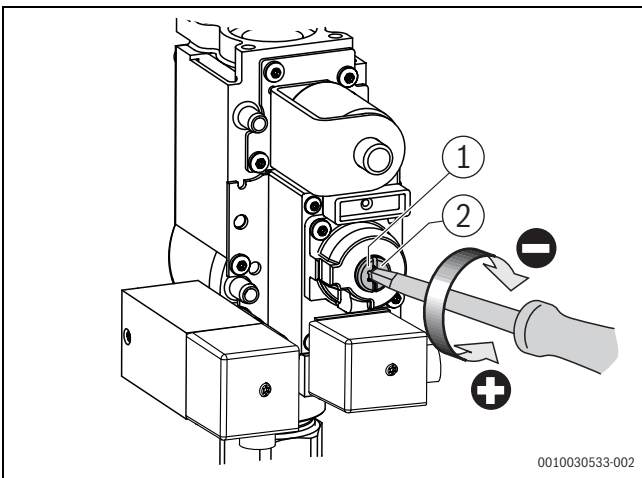

Fig. 17 Indstil O₂-indholdet ved dellast (kedelstørrelse 75 – 100 kW)
- Drej lukkeskruen på gasarmaturet ud (→ fig. 17).
- Indstil O₂-værdien på indstillingsskruen for dellast til $5,7 \pm 0,4$ % (→ fig. 17).